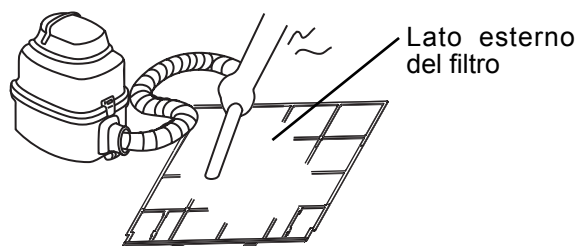

Fig.4
- Quando la pulizia è effettuata con aspiratore, il lato esterno del filtro deve essere rivolto verso di Voi (Fig. 4).